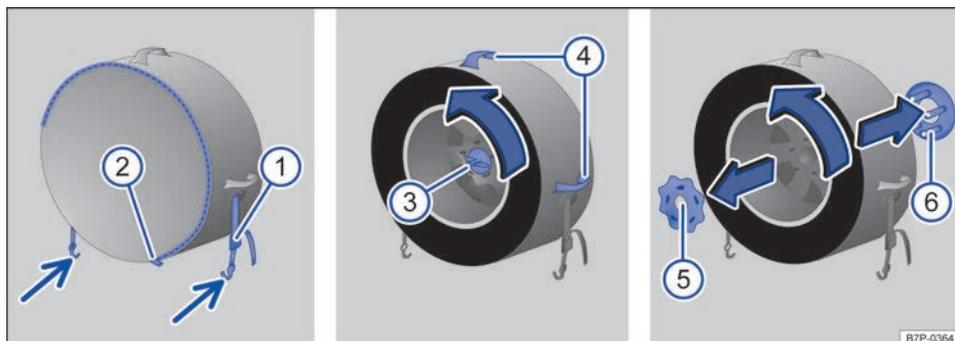

Fig. 245 En el maletero: desmontar la rueda de repuesto y extraerla.
- Suelte el cinturón de fijación → fig. 245 (1) de la funda de la rueda de repuesto y extraiga los dos ganchos (flechas) de las argollas de sujeción.
- Abra la cremallera (2) de la funda de la rueda lo más que se pueda.
- Suelte el tornillo central (3) del centro de la rueda en el sentido contrario al de las agujas del reloj con la llave de rueda y desenrósquelo del todo.
- Cierre completamente la cremallera (2) de la funda de la rueda.
- Extraiga la rueda del maletero levantándola por los asideros (4) y sitúela a una distancia prudencial del tráfico rodado.
- Sujete la placa (6), gire a continuación la arandela de seguridad (5) hasta el tope en el sentido contrario al de las agujas del reloj y retirela junto con la placa (6).
- Coloque la placa (6) en la rueda desmontada.
- Coloque la arandela de seguridad (5) y gírela en el sentido de las agujas del reloj hasta que la placa (6) quede bien fijada.
- Cierre la cremallera (2) de la funda de la rueda de repuesto e introduzca la rueda en el maletero levantándola por los asideros (4).
- Centre la funda de la rueda de repuesto de tal forma que los dos ganchos (flechas) del cinturón de fijación (1) se puedan enganchar en las argollas de sujeción por igual.
- Enrosque el tornillo (3) en el centro de la rueda cambiada por completo y apriételo con la llave de rueda.
- Enganche los dos ganchos → fig. 245 (flechas) del cinturón de fijación (1) en las argollas de sujeción y a continuación tense el cinturón.